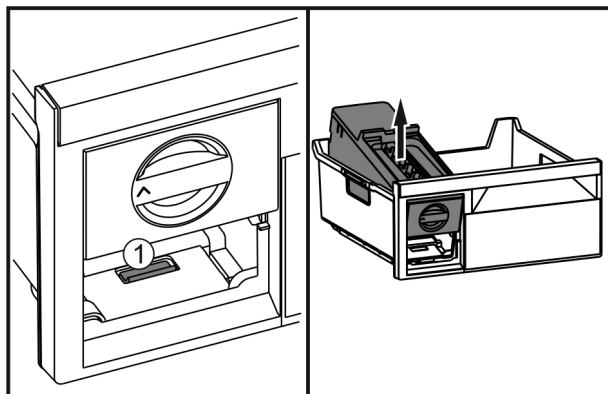

Fig. 54
- Appuyer sur la languette Fig. 54 (1), soulever l'EasyTwist-Ice depuis l'arrière et le faire sortir du tiroir de congélation.